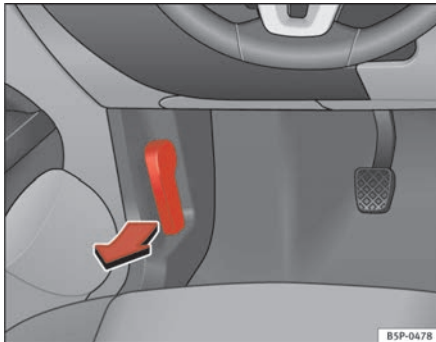

Abb. 154 Ausschnitt aus dem Fußraum auf der Fahrerseite: Entriegelungshebel für die Motorraumklappe
- Ziehen Sie den Hebel unter der Instrumententafel ⇒ Abb. 154 in Pfeilrichtung. Die Motorraumklappe wird durch Federwirkung entriegelt ⇒ ⚠.